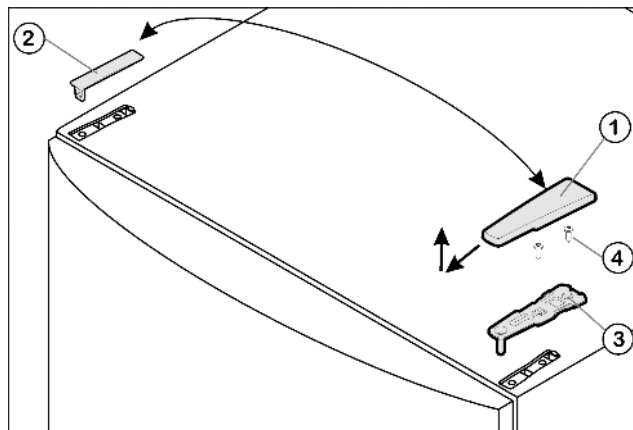

Fig. 4
- Kryt Fig. 4 (1) stáhněte dopředu a nahoru.
- Kryt Fig. 4 (2) zvedněte.
- Horní stojan ložiska Fig. 4 (3) odšroubujte (2 krát Torx® 25) Fig. 4 (4) a stáhněte nahoru.
- Horní stojan ložiska Fig. 4 (3) vložte na nové straně závěsu do dvířek.
- Horní stojan ložiska přišroubujte (s 4 Nm) (2krát Torx® 25) Fig. 4 (4). Díry pro šrouby případně předem propíchněte nebo použijte akumulátorový šroubovák.
- Kryt Fig. 4 (1) a kryt Fig. 4 (2) vždy na opačné straně zvenku nasadte a zaklesněte.